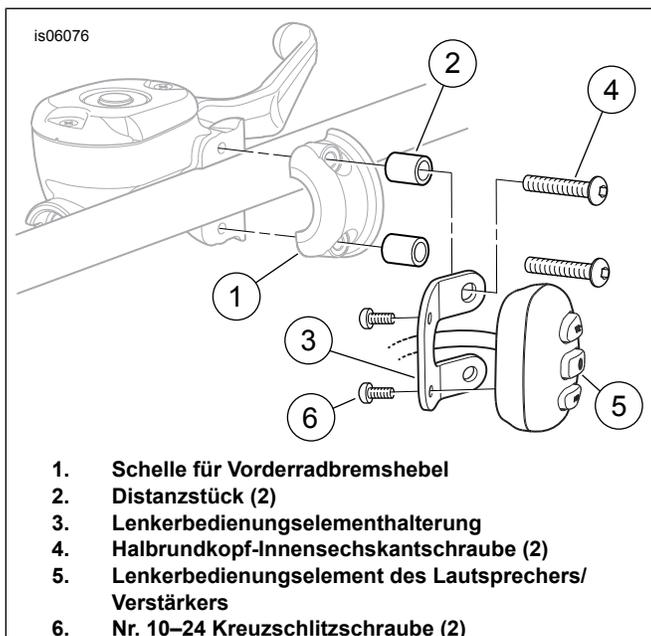

Abbildung 2. Einbau des Lenkerbedienungs-elements und der Halterung
1. Siehe Abbildung 2. Die Vorderradbremshel-Schellenschrauben vom Fahrzeug entfernen. Die Schelle (1) ausbauen und aufbewahren. Die Schrauben können entsorgt werden.
2. Folgende Teile zur Hand nehmen: Lenkerbedienungsselementhalterung (3), zwei Distanzscheiben (2), zwei Kreuzschlitzschrauben Nr. 10–24 (6) und
- **Für Sportster-Modelle ab 2004:** zwei M6 x 45 mm lange Halbrundkopf-Innensechskantschrauben (18) aus dem Satz.
- **Für ALLE ANDEREN Modelle:** zwei 1/4-20 x 44,4 mm (1.75 in) lange Halbrundkopf-Innensechskantschrauben (18) aus dem Satz.
3. Den Lenkerbedienungs-element-Kabelbaum (5) wie dargestellt durch die Mitte der Lenkerbedienungs-elementhalterung (3) verlegen.
5. Das Lenkerbedienungs-element (5, Teil der Kabelbaumbaugruppe) mit den Nr. 10–24 Schrauben (6) an der Halterung befestigen und sicher anziehen.